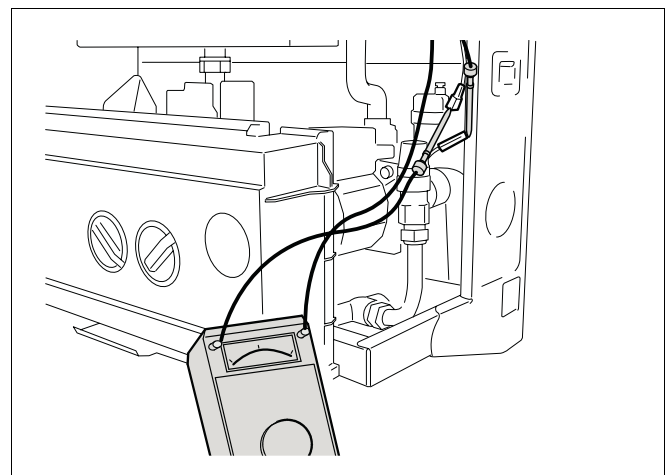

Abb. 16 Ionisationsstrom messen
- Steckverbindung am Kabel zur Ionisationselektrode lösen und Strommessgerät dazwischen schalten. Am Messgerät den μA (DC)-Bereich wählen (Abb. 16).